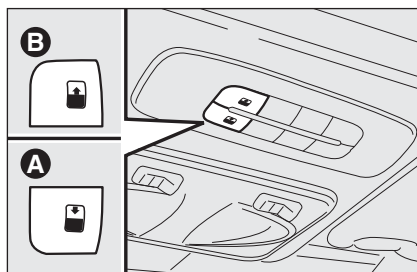
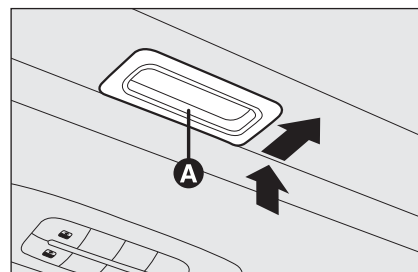

fig. 67
fig. 68
Il tetto apribile ad ampia vetratura è composto da due pannelli in vetro di cui uno fisso e uno mobile dotati di due tendine parasole (anteriore e posteriore) a movimentazione manuale. Le tendine possono essere utilizzate nelle posizioni “tutta chiusa” e “tutta aperta” (non hanno posizioni fisse intermedie). Per aprire le tendine: impugnare la maniglia **A**-fig. 68, svincolarla ed accompagnarla seguendo il senso indicato dalle frecce fino alla posizione “tutta aperta”. Per chiuderle seguire il procedimento inverso. Il funzionamento del tetto apribile avviene solo con chiave di avviamento in posizione **MAR**. I comandi **A-B** fig. 67 posti su plancia dedicata vicino alla plafoniera anteriore, comandano le funzioni di apertura/chiusura tetto apribile.
Premere il pulsante **B**-fig. 67 e mantenerlo premuto, il pannello vetro anteriore si porterà in posizione “spoiler”; premere nuovamente il pulsante **B**-fig. 67 e, agendo sul comando per più di mezzo secondo, si innescerà il movimento del cristallo del tetto che prosegue automaticamente fino a fondo corsa; il cristallo del tetto può essere fermato in una posizione intermedia agendo nuovamente sul pulsante.
Dalla posizione di apertura completa, premere il pulsante **A**-fig. 67 e, se si agisce sul pulsante per più di mezzo secondo, il cristallo anteriore del tetto si porterà automaticamente in posizione “spoiler”; agendo nuovamente sul pulsante, il cristallo del tetto si ferma in posizione intermedia; premere nuovamente il pulsante **A**-fig. 67 e mantenerlo premuto fino alla chiusura completa del pannello.
- premere il pulsante **A-fig. 67** in posizione di chiusura;